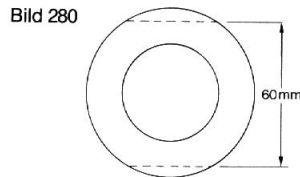

Bild 280
- () Der Ring der Klebefolie ist zu groß und muß zu- rechtgeschnitten werden, wie Bild 280 es zeigt.